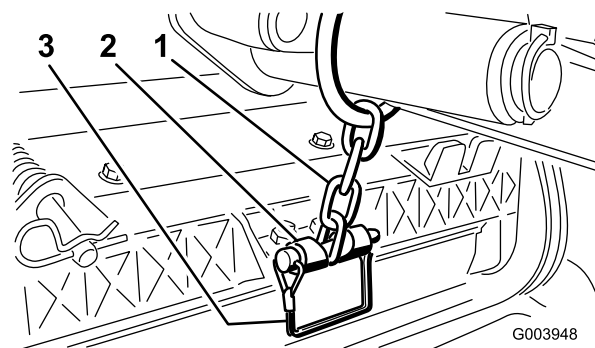

**Figure 9**
- A. Retirez la goupille à anneau et la rondelle qui fixent l'axe de pivot du bras de relevage au bras de relevage, et sortez l'axe de pivot du bras de relevage (Figure 9).
- C. Insérez l'axe du bras de relevage dans le bras de relevage et fixez-le à l'aide de la rondelle et de la goupille à anneau (Figure 9).